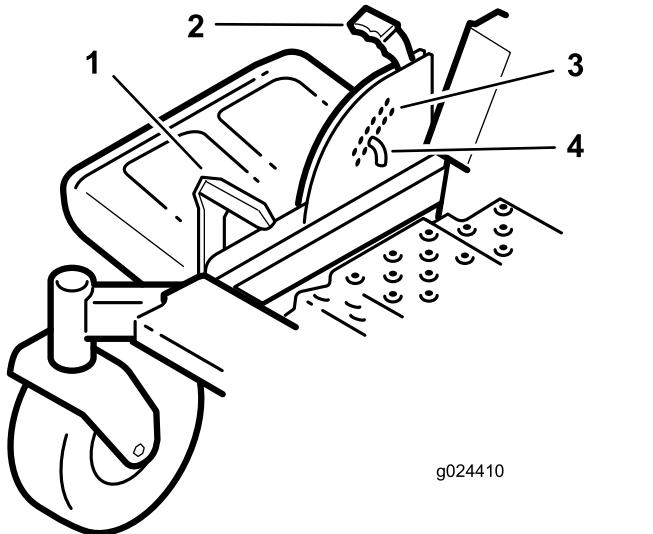

Figura 23
1. Pise el pedal de elevación de la carcasa y eleve la carcasa a la posición de bloqueo de transporte (que es también la posición de altura de corte de 114 mm [4½"]) (Figura 23).
2. Para ajustar la altura de corte, retire el pasador del soporte de altura de corte (Figura 23).
3. Seleccione el taladro del sistema de altura de corte que corresponde a la altura de corte deseada, e inserte el pasador (Figura 23).